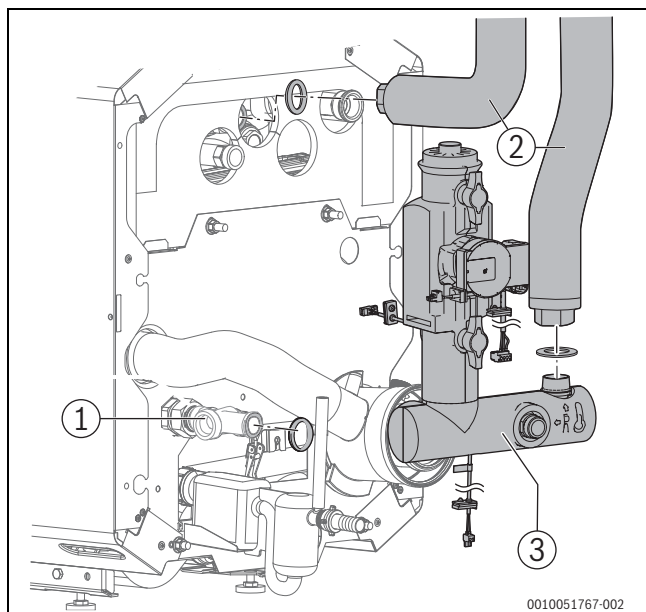

Bild 4 Montage Rohrgruppe HF-Set HYC40B-2
- ▶ Rohrgruppe entsprechend Bild 4 montieren.